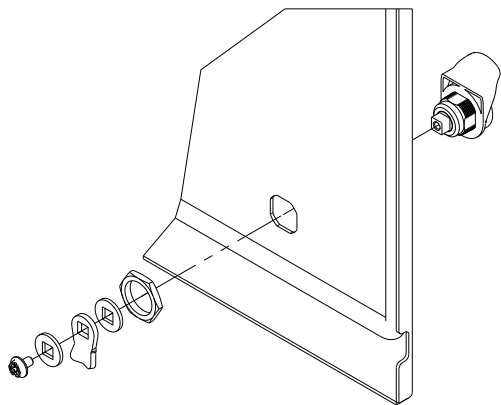

Рисунок 2
4.1.2 Установить замок в дверь, последовательность расположения гаек, ригеля и винта указаны на рисунке 2, закрепить винтом M5x8 из комплекта, момент затяжки – 7 Н·м. (рисунок 2). Количество замков зависит от исполнения двери.